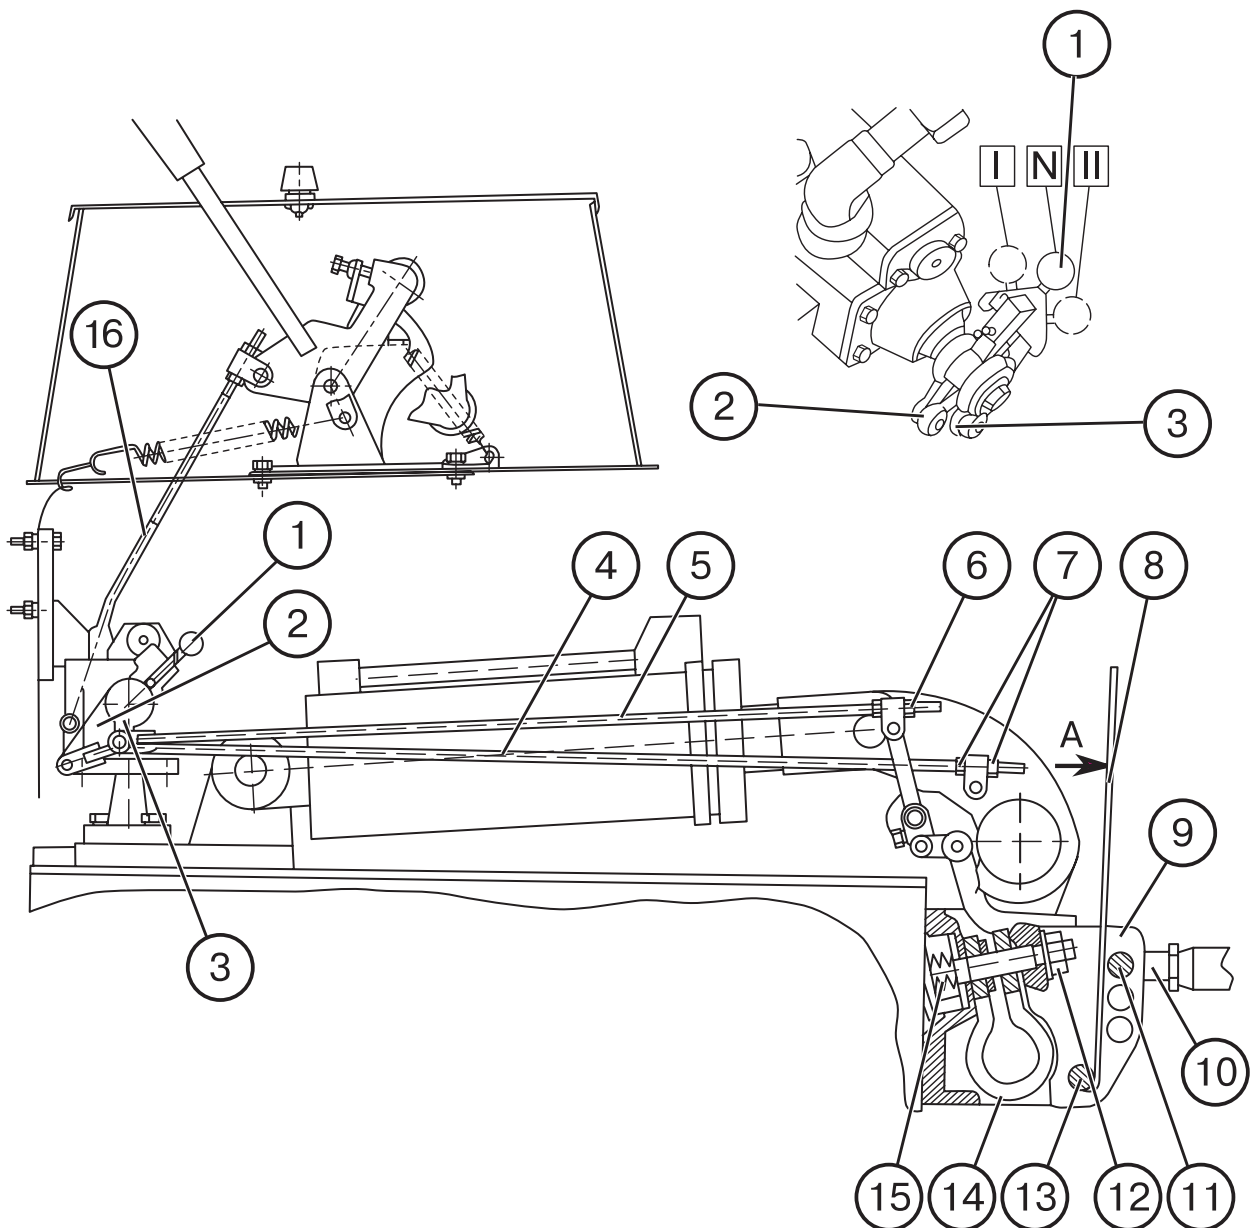

Рис.28.
2. Отрегулируйте длину тяги 16 (рис. 28) так, чтобы при переводе рукоятки назад (по ходу трактора) между резиновым роликом на этой рукоятке и краем сектора образовался зазор, равный 18-24 мм (см. рис. 25).
- а) установите переключатель 1 (рис. 28) в среднее положение;
- а) установите переключатель 1 в среднее положение (см. рис. 28);